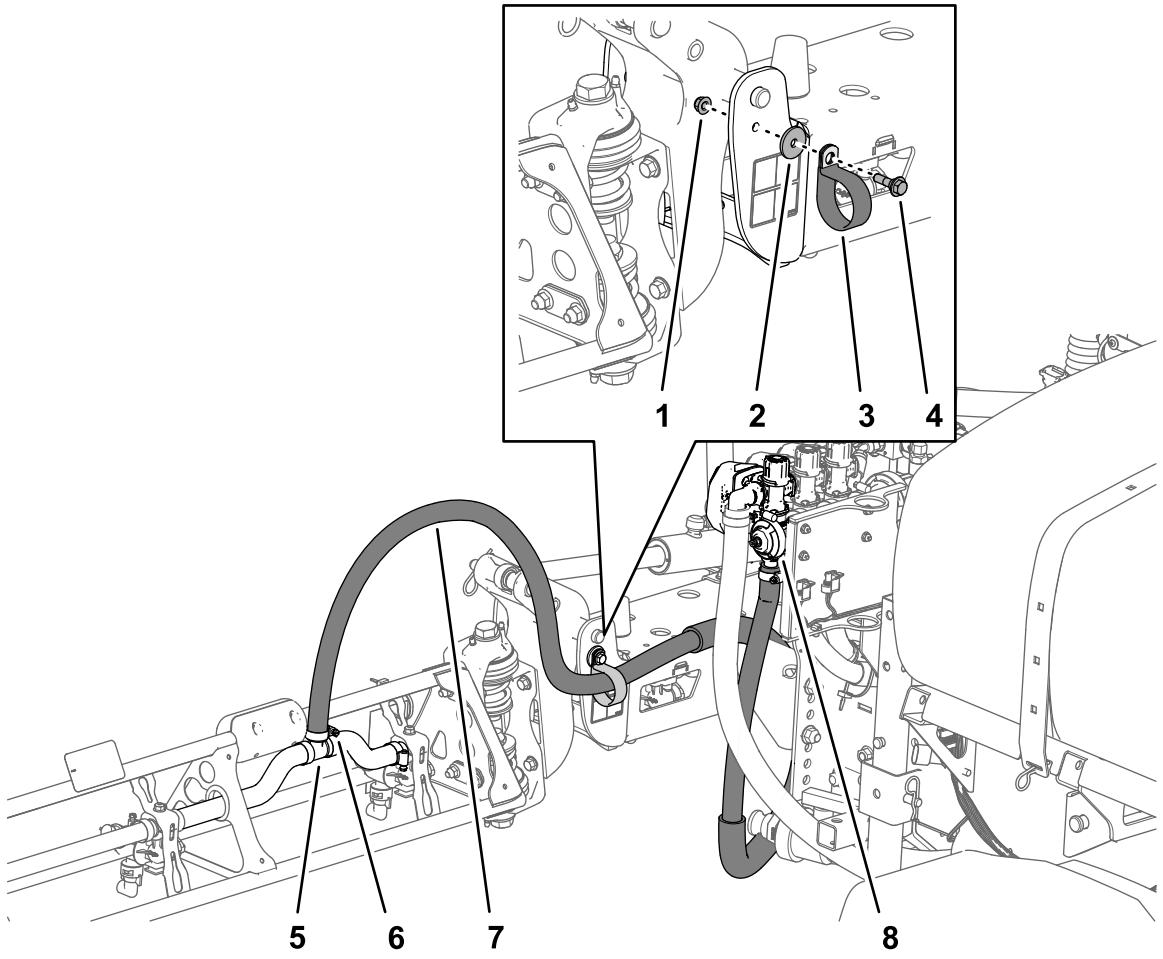

Figure 41
1. Acheminez les flexibles des sections de rampe comme montré à la Figure 40 et la Figure 41.
2. Fixez les flexibles à l'avant de la section de rampe centrale (Figure 40 et Figure 41) à l'aide de 1 collier en R, 1 boulon à épaulement (5/16" x 1"), 1 contre-écrou (5/16") et 1 rondelle (5/16").
3. Branchez le flexible de section de rampe au raccord en T cannelé de la section et fixez-le avec un collier (Figure 40 et Figure 41).